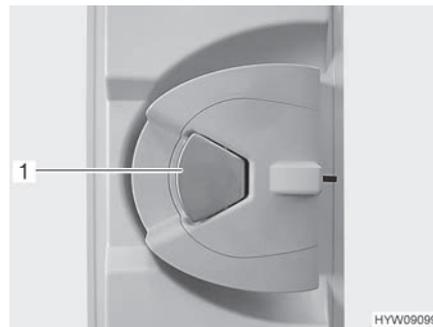

Fig. 24 Cerradura de la puerta
Abrir: ■ Cuando la cerradura de la puerta está bloqueada: Tirar una vez del tirador de la puerta (Fig. 24,1). La puerta está desbloqueada.
■ Tirar del tirador de la puerta (Fig. 24,1). La puerta está abierta.
Bloquear: ■ Presionar el tirador de la puerta (Fig. 24,1).